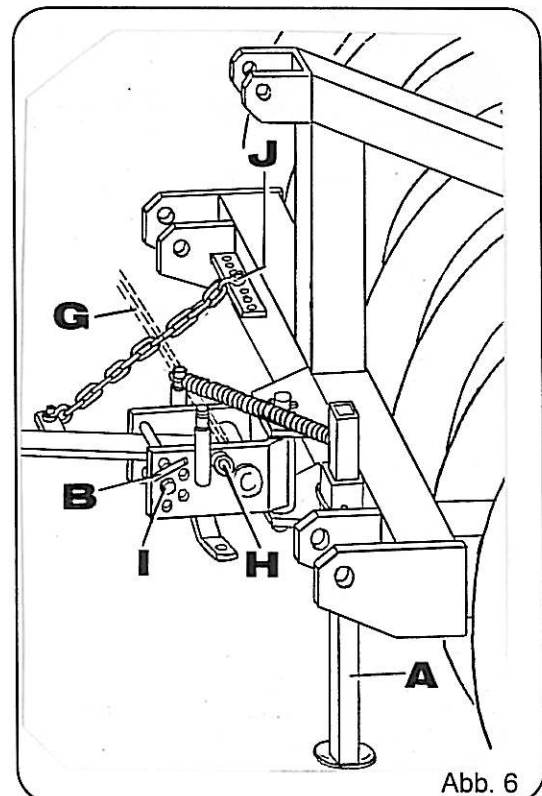

Abb. 6
- Beide Abstellstützen (Abb. 6, Pos. A) herausziehen und sichern.
- Bolzen (Abb. 6, Pos. B) demontieren und Fangarm nach oben schwenken (Abb. 6, Pos. G) und durch Abstecken des Bolzens in Loch H (Abb. 6) den Fangarm arretieren.